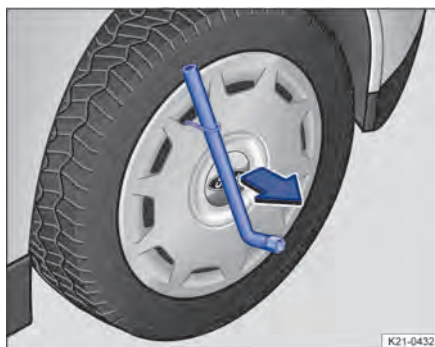

Fig. 212 Retrait de l'enjoliveur de roue plein
3. Faites passer la clé démonte-roue à travers le crochet d'extraction → fig. 212 et retirez l'enjoliveur de roue plein dans le sens de la flèche.